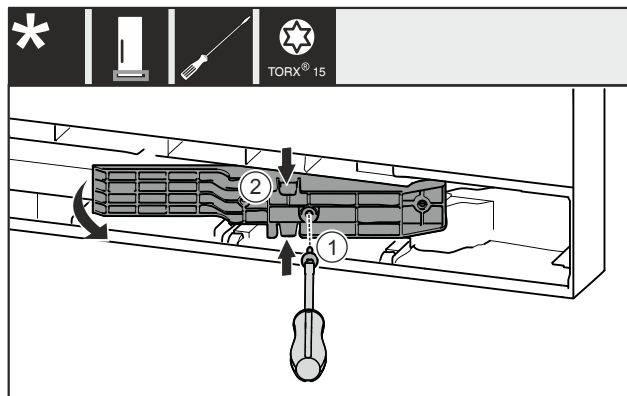

Fig. 13 *
- ▶ 移除螺栓 Fig. 13 (1)。*
- ▶ 将上方和下方适配件 Fig. 13 (2) 轻轻挤压在一起，然后向前拉出。*